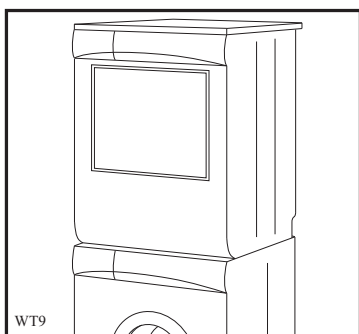

Fig 5
- Modello senza zoccolo (fig. 5 e 6);